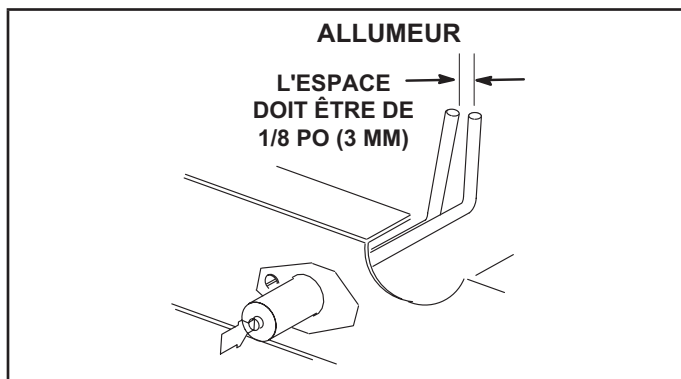

FIGURE 45
- 4 - Localiser l'allumeur sous les brûleurs de gauche. Vérifier l'écartement des contacts à l'aide de mèches hélicoïdales ou de jauges d'épaisseur de la taille appropriée. Voir FIGURE 45.